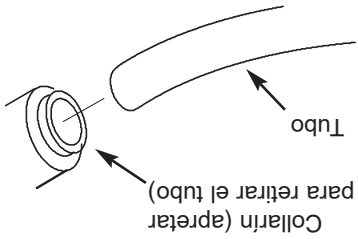

FIG. 23 Desconecte el tubo
1. Empuje el collarín hacia dentro con la punta de un dedo. Vea la Fig. 23.
2. Siga manteniendo el collarín apretado hacia dentro mientras tira del tubo hacia fuera. Vea la Fig. 23.